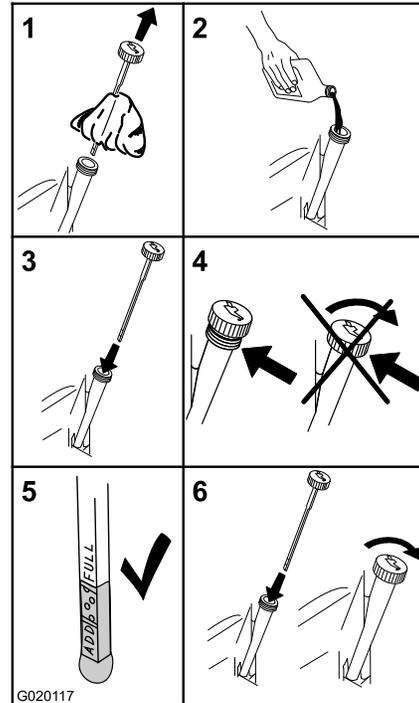

Figure 39
4. Versez lentement environ 80 % de l'huile spécifiée dans le tube de remplissage puis faites l'appoint lentement jusqu'à ce que le niveau atteigne le repère du plein (Full) (Figure 39).